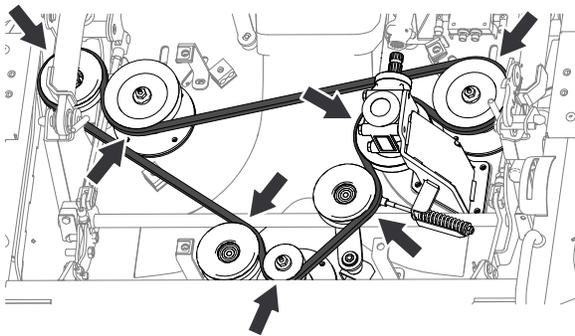

図 134
1. 図 134 に示すように、新しいベルトをプーリに取り付ける。